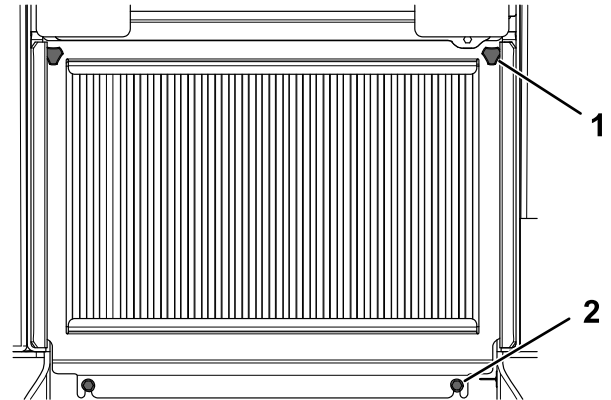

Figura 41
2. Afloje los 2 pernos que sujetan la parte inferior de la rejilla (Figura 41).
3. Afloje los 2 pomos de la rejilla (Figura 41).
1. Pomo (2)
2. Perno (2)
4. Levante la rejilla y retírela (Figura 41).